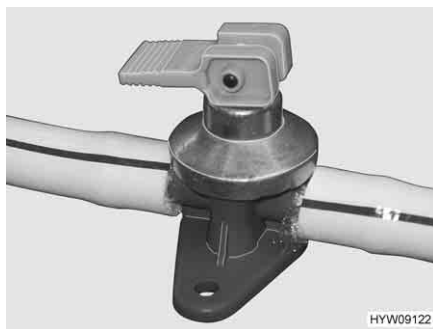
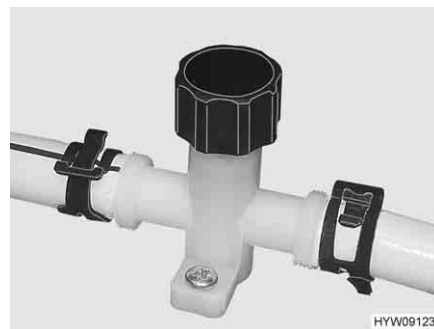

Fig. 156 Rubinetto di scarico (boiler Alde)
Fig. 157 Rubinetto di scarico (tubatura dell'acqua)
- Chiudere i rubinetti di scarico (Fig. 156 e Fig. 157). Chiudere il coperchio in senso orario oppure posizionare la leva a bilanciere in posizione orizzontale. L'ubicazione dei rubinetti di scarico è riportata nella sezione 10.6 alla fine del presente capitolo.
- Aprire i rubinetti di scarico (Fig. 156 e Fig. 157). A questo scopo, ruotare il coperchio in senso antiorario e posizionare verticalmente la leva a bilanciere.